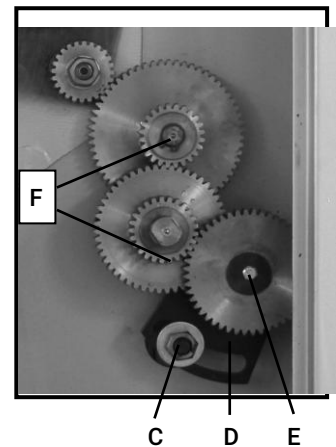

Fig. 19
3. Desserrez la vis de blocage (C, Fig. 19) sur le support à secteur.
4. Faites pivoter le support à secteur (D, Fig. 19) vers la droite.
5. Dévissez le boulon (E, Fig. 19) de la vis-mère ou les boulons carrés (F, Fig. 19) du support à secteur pour retirer les engrenages de changement par l'avant.